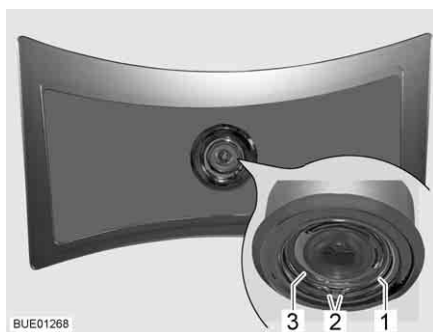

Fig. 267 Lampada a soffitto
- Premere la rondella (Fig. 267,1) sulle sue due estremità (Fig. 267,2) e rimuoverla.
- Estrarre l'involucro (Fig. 267,3) con LED dalla lampada.